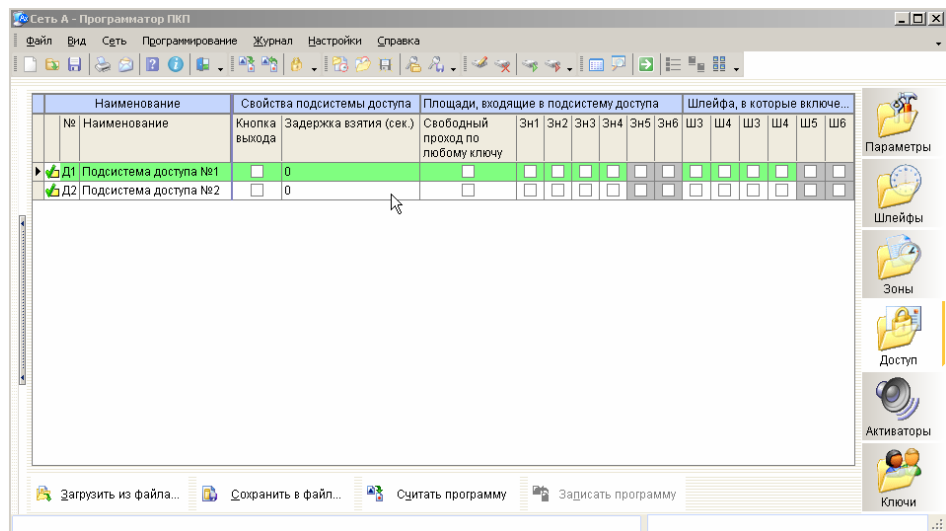

Рисунок 15
2.5.14 Открыть раздел «Доступ» (рисунок 15) и не активировать параметры «Кнопка выхода», в параметре «Задержка взятия (сек.)» установить – 0, не активировать параметры «Свободный проход по любому ключу», «ЗН1», «ЗН2», «ЗН3», «ЗН4», «Ш1», «Ш2», «Ш3», «Ш4».